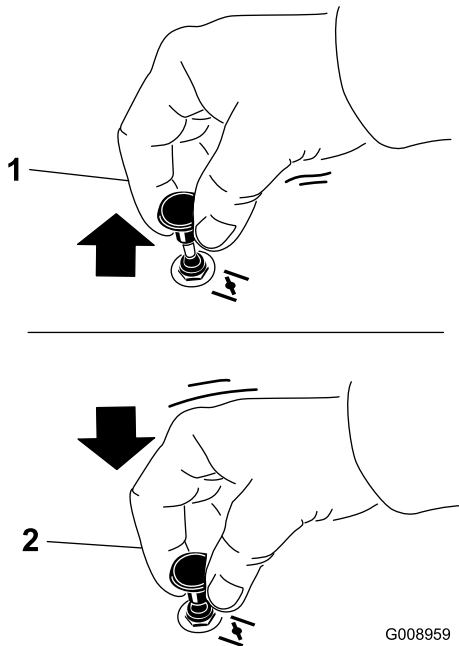

Figura 15
1. Tire hacia arriba del mando para activar el estérter antes de girar la llave del contacto (Figura 15).
2. Presione hacia abajo el control del estérter para desactivar el estérter después de que el motor arranque (Figura 15).